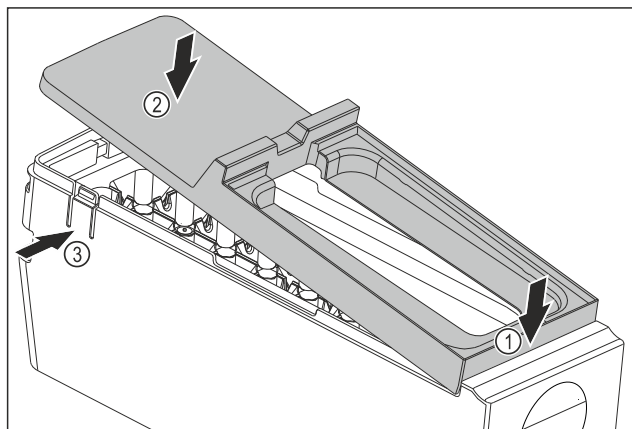

Fig. 215
- Montare la copertura del corpo dell'EasyTwist-Ice: Applicare la copertura sul davanti. Fig. 215 (1)
- Abbassare la copertura sul retro. Fig. 215 (2)
- La copertura si innesta in entrambe le linguette Fig. 215 (3) in modo udibile.